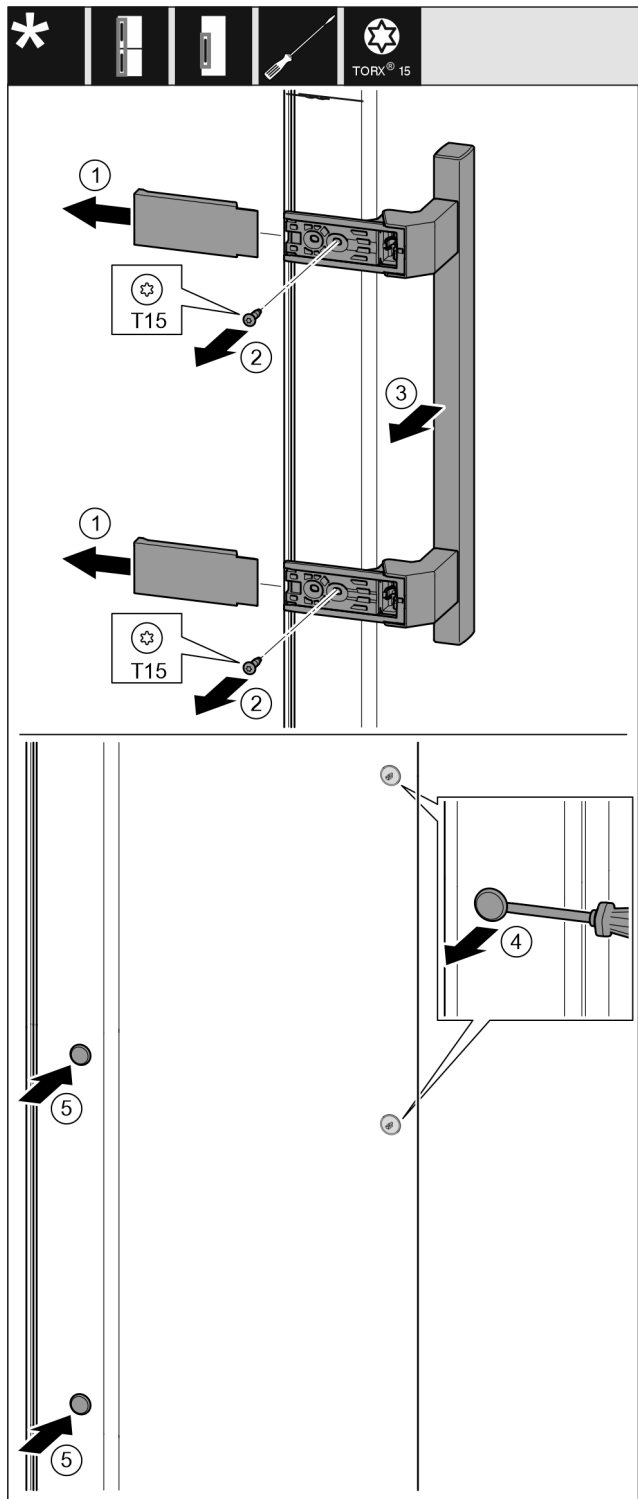

Fig. 19
- Снимите крышку. Fig. 19 (1)
- Выкрутите винты отверткой Torx 15. Fig. 19 (2)
- Снимите ручку. Fig. 19 (3)
- Осторожно поднимите шлицевой отверткой боковые заглушки и извлеките их. Fig. 19 (4)
- Снова вставьте заглушки с другой стороны. Fig. 19 (5)